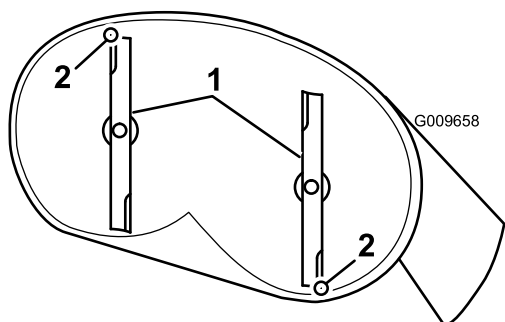
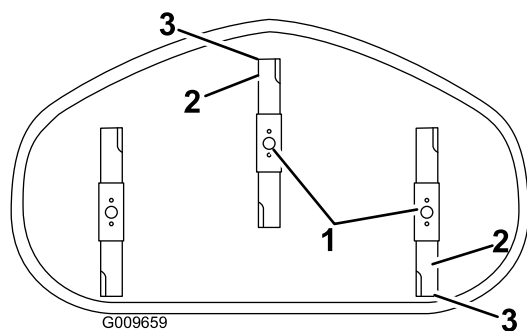

Figure 67
Figure 68
4. Faites pivoter les lames avec précaution pour faire passer les pointes avant à l'arrière (Figure 67 et Figure 68).
5. Mesurez la distance entre la pointe de la lame avant et la pointe de la lame arrière par rapport à la surface plane (Figure 67 et Figure 68).
- D. Une fois le réglage effectué, vérifiez à nouveau l'inclinaison avant/arrière de la lame; continuez d'ajuster l'écrou jusqu'à ce que la pointe avant de la lame soit de 1,6 à 8 mm (1/16 à 5/16 po) plus bas que la pointe arrière (Figure 67 et Figure 68).
- A. Desserrez l'écrou de réglage sur la tige de réglage gauche (Figure 68).